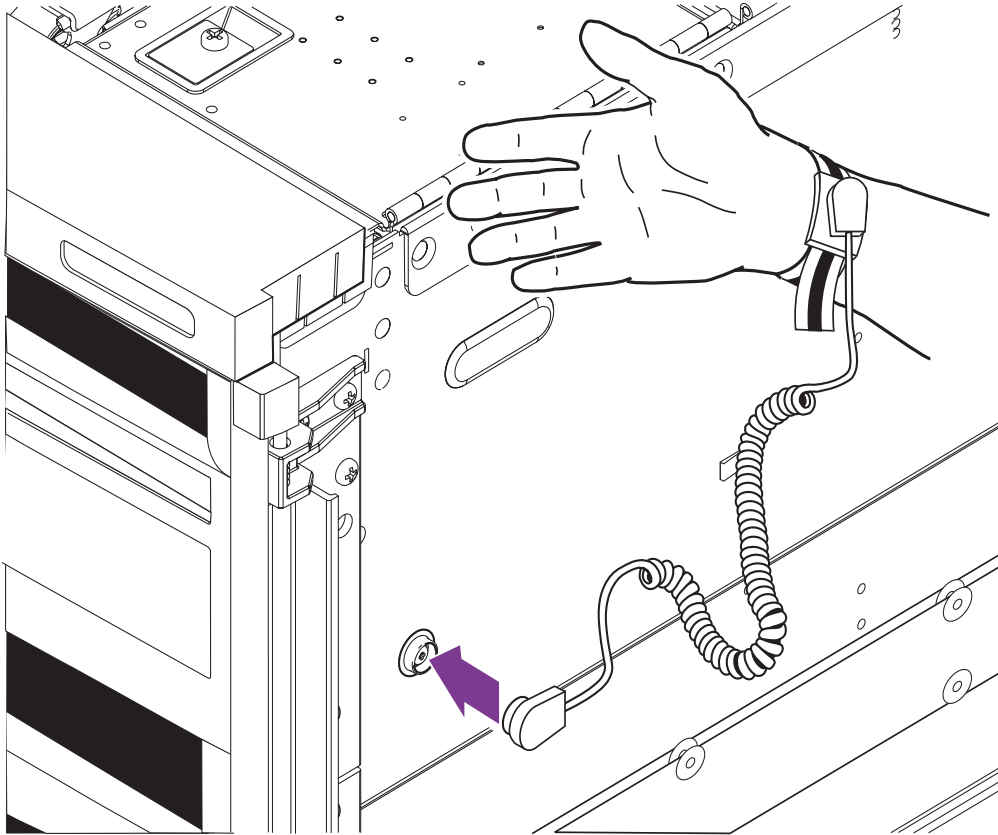
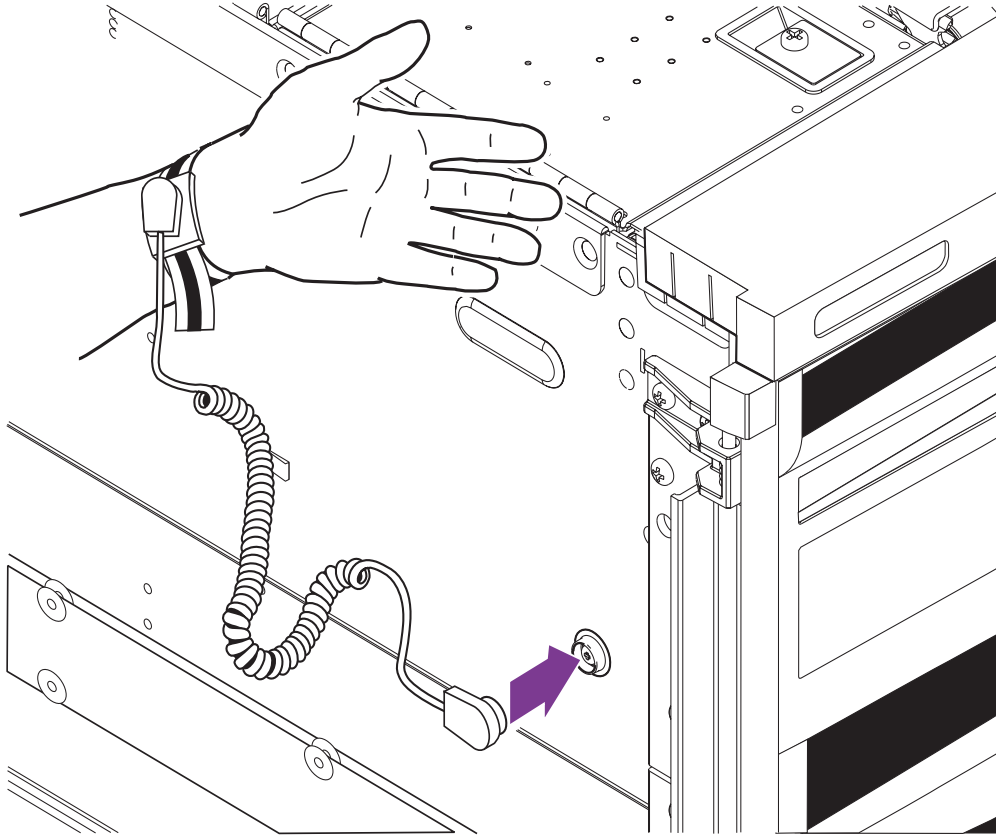

ABBILDUNG 2 Befestigen des Armbands am rechten Arm
ABBILDUNG 3 Befestigen des Armbands am linken Arm
- **Um das antistatische Armband mit dem Chassis zu verbinden, befestigen Sie es wie in ABBILDUNG 2 oder ABBILDUNG 3 dargestellt.**